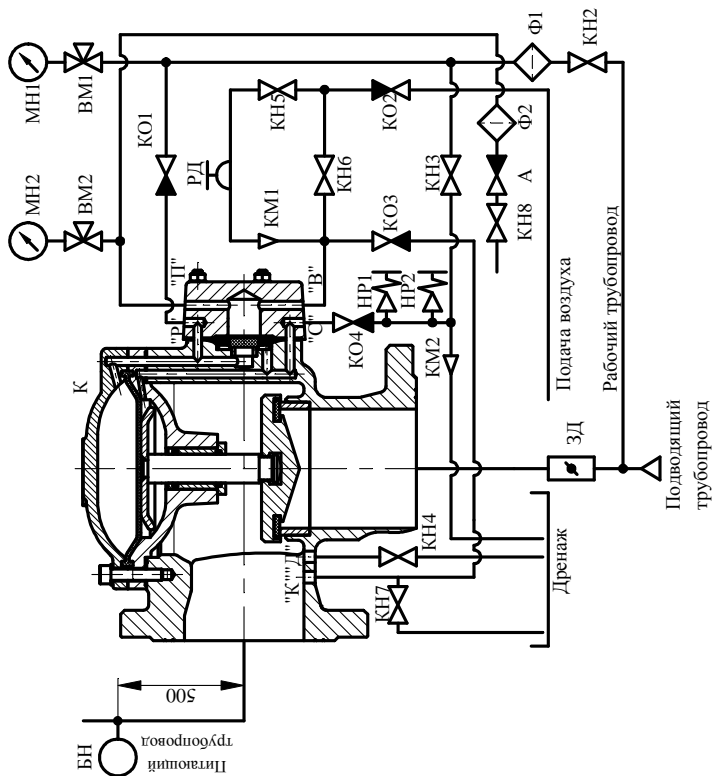

Рис. 2
5.5 Последовательность приведения УУ в исходное состояние (дежурный режим) по схеме рис.2:
6.5 При выполнении регламентных работ выполнить следующие операции (рис. 2):
Обозначение и наименование комплектующих элементов указано на рис.2.